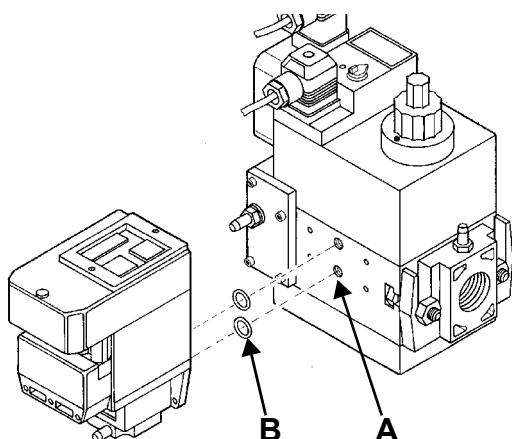
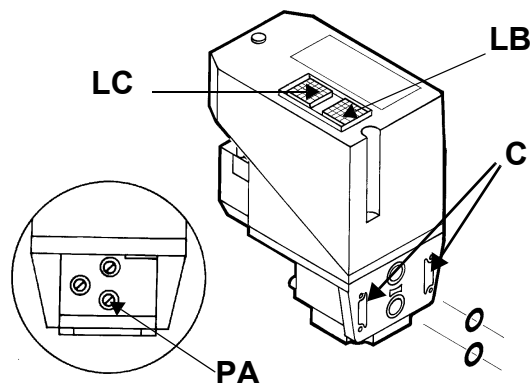

Fig. 11
Fig. 12
- 2 togliere le viti di chiusura del gruppo Multibloc (Fig. 11-A);
- 3 inserire gli anellini di tenuta (10,5 x 2,25) nel VPS 504 (Fig. 12-B, Fig. 11-B);
- 4 avvitare le 4 viti del controllo di tenuta (M4 x 16) Fig. 11-C.
Per effettuare la verifica di funzionamento, inserire un manometro in corrispondenza della presa di pressione **PA** (Fig. 12). Se il ciclo di prova ha esito positivo, dopo alcuni secondi si accende la lampada di consenso **LC** (gialla). In caso contrario si accende il pulsante luminoso **LB** di blocco (rossa). Per ripartire è necessario sbloccare l'apparecchiatura premendo il pulsante **LB**.